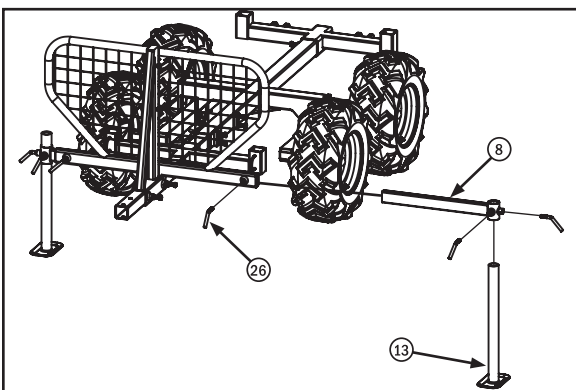

Fig. 13
Étape 13 : Installez les stabilisateurs. Insérez une jambe de stabilisateur (13) dans l'extension de stabilisateur (8) et utilisez deux poignées de verrouillage (26) pour maintenir la jambe en place. Insérez l'extension du stabilisateur (8) dans le dispositif de protection de sécurité (10) et utilisez une poignée de verrouillage (26) pour la fixer solidement en place (fig. 13). Répétez cette étape pour l'autre côté.